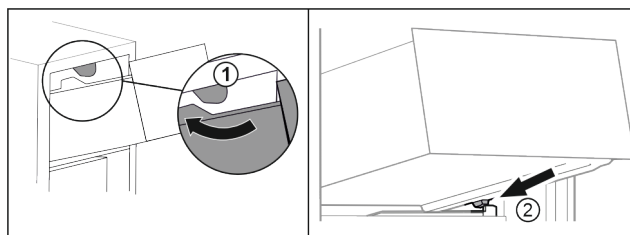

Fig. 90
- ▶ Preved'te zásuvku okolo horných zarážok. Fig. 90 (1)
- ▶ Nasad'te zásuvku šikmo za dolnými zarážkami na rebro nádoby. Fig. 90 (2)